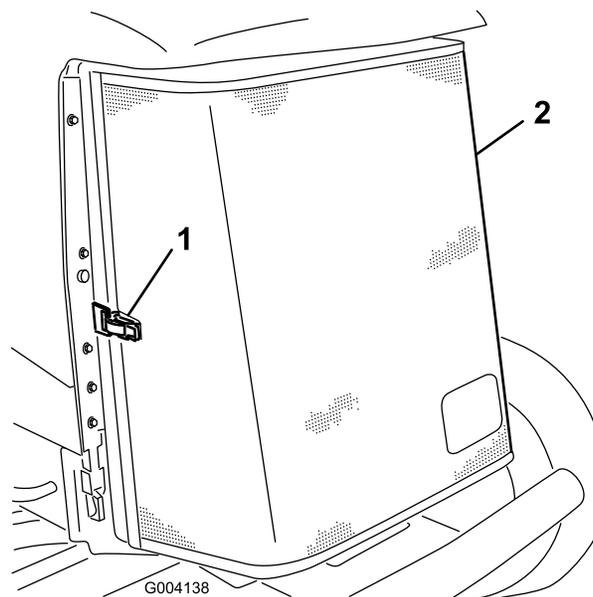

Рисунок 91
3. Откройте защелку и откиньте заднюю решетку (Рисунок 91).